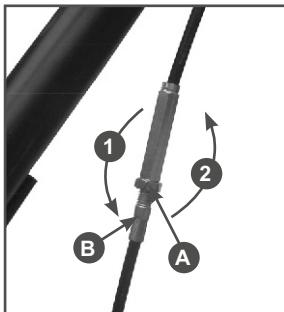

Рис. 3
Для удлинения троса необходимо отобрать контргайку (а) и закрутить соединительную муфту троса (B). Для того, чтобы укоротить трос, соединительную муфту необходимо выкрутить. После установки нужной длины троса, необходимо затянуть контргайку (Рис.3).